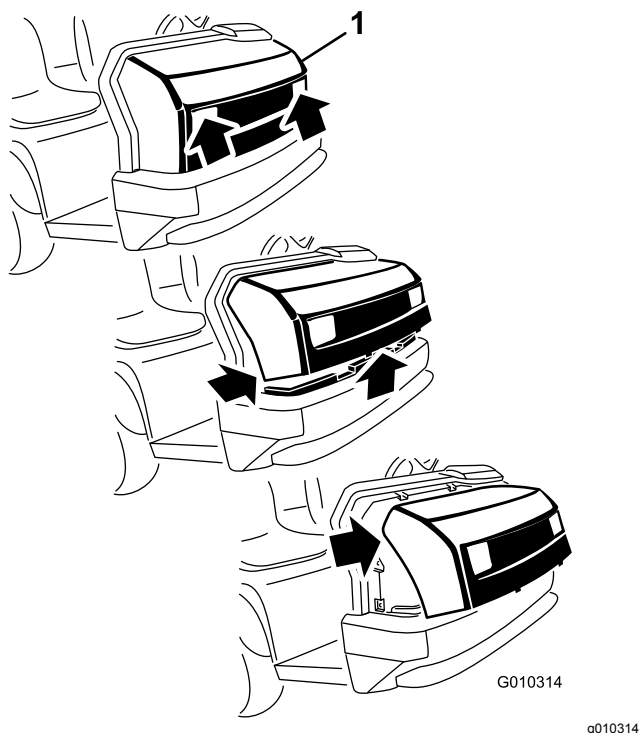

Figura 3
1. Segurando firmemente no capot pelas aberturas dos faróis, eleve o capot para soltar as patilhas de montagem inferiores das ranhuras da estrutura (Figura 3).
2. Desloque a parte inferior do capot para cima até ser possível retirar as patilhas de montagem superiores das ranhuras da estrutura (Figura 3).
3. Incline a parte superior do capot para a frente e desligue os conectores de fios dos faróis (Figura 3).